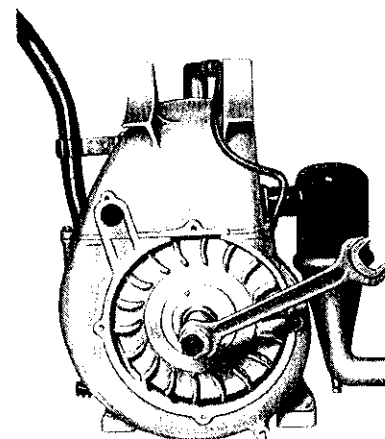

Bild 19. Schwingscheibe mit Abziehvorrückung abziehen
3. Schwingscheibe mit Abziehvorrückung abziehen (Bild 19).